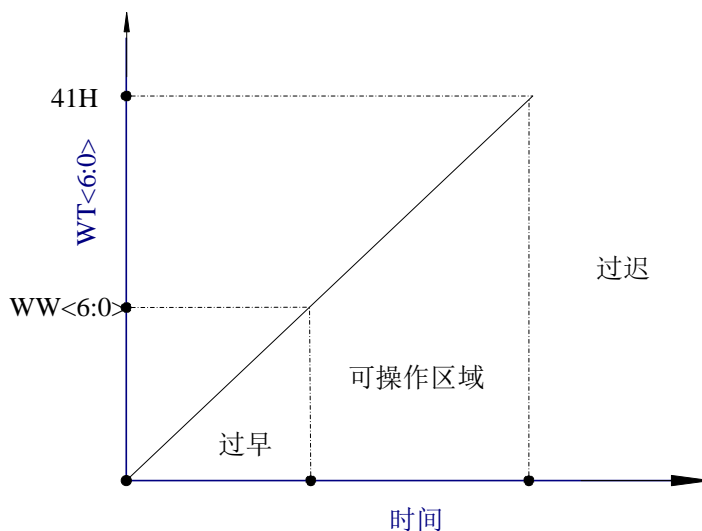

图 26-2 窗口看门狗原理图 (2)
注：其中 SCLK/LFCLK/LP4M 只在可操作区域内（参照“图 26-2 窗口看门狗原理图 (2)”）可配置使用。